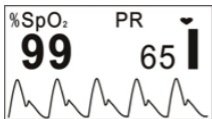
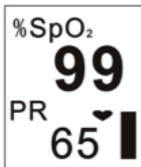
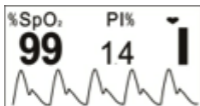
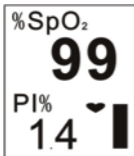

Figura 4
Figura 5
Figura 6
Figura 7
4. Seguidamente, aceder à vista de exibição dos dados (conforme aparece na Figura 4). O utilizador pode ler os valores e ver sob a forma de onda a partir do visor de exibição.
5. Quando o display aparece como na Figura 4, pressionar a tecla Display para mudar a vista de exibição.
- Pressionar uma vez a tecla Display, o visor do display (conforme aparece na Figura 4) será girado em 180°.
- Pressionar duas vezes a tecla Display, o visor do display será alterado conforme aparece na Figura 5.
- Pressionar três vezes a tecla Display, o visor do display (conforme aparece na Figura 5) será girado em 180°.
- Pressionar quatro vezes a tecla Display, o visor do display regressará ao visor conforme aparece na Figura 4.
6. Pressionar e segurar a tecla Display (cerca de 2 segundos), o visor do display será exibido conforme aparece na Figura 6. As diferenças entre a Figura 6 e a Figura 4 são as seguintes:
- Na Figura 4, o SpO2 e a frequência cardíaca são monitorados e exibidos no visor.
- Na Figura 6, o SpO2 e o índice de perfusão são monitorados e exibidos no visor.
7. Quando no visor for exibido conforme aparece na Figura 6, pressionar de forma circular a tecla Display, o visor do display será comutado entre as duas vistas (conforme aparece na Figura 6 e Figura 7) e as quatro direções serão exibidas alternadamente.
8. A vista de exibição (conforme aparece na Figura 6 ou Figura 7) regressará ao visor conforme aparece na Figura 4, ou na Figura 5 se a operação não for executada dentro de 10 segundos.